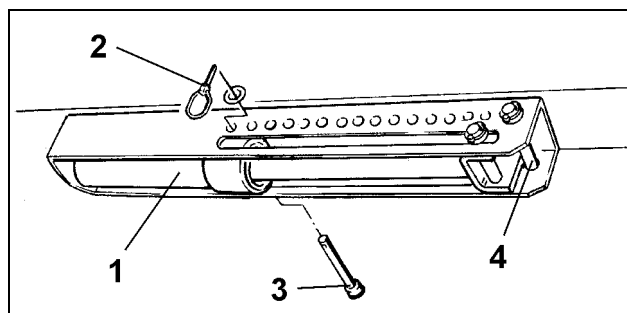

Fig. 75
La profondeur d'implantation du semis est déterminée par la pression d'enterrage des socs, par la vitesse d'avancement et par les conditions du sol. Le semoir est fourni de série avec réglage centralisé, permettant d'obtenir l'enterrage souhaité et homogène pour tous les socs. (Fig. 75)
Deux axes (Fig. 75/3 et Fig. 75/4), brochés dans la grille de réglage, servent de butée au vérin hydraulique (Fig. 75/1). La butée du vérin hydraulique s'appuie contre l'axe (Fig. 75/3), lorsque le vérin est en échappement et contre l'axe (Fig. 75/4) lorsque le vérin est en pression.
- Mettez le vérin en pression (Fig. 75/1).
- Introduisez l'axe (Fig. 75/3) dans l'un des trous de la grille de réglage et goupillez le en sécurité avec une goupille agricole (Fig. 75/2).